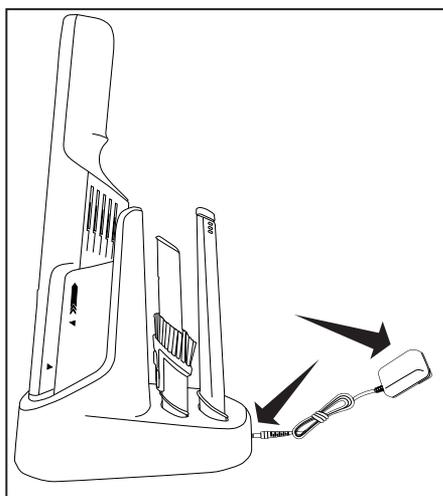

Fig. 2
2. Branchez le chargeur de batterie sur la station de rangement/charge et sur une prise de courant (Fig. 2). Le voyant situé sur l'aspirateur clignotera en rouge pendant que la batterie charge. Quand le voyant passe au vert, la batterie sera complètement chargée (Fig. 3). Le temps de charge est d'environ 3 heures.